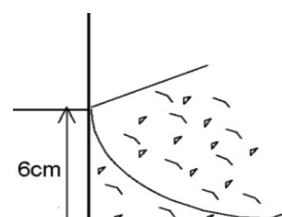

Fig. 4
6. Grusvull på innsiden av bassenget (fig. 4)